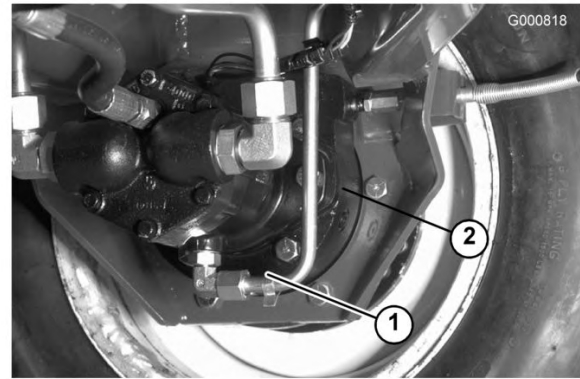

Figura 66
2. Retire o tampão da transmissão (Figura 65) e o tampão de verificação que se encontra na zona traseira do travão (Figura 66).